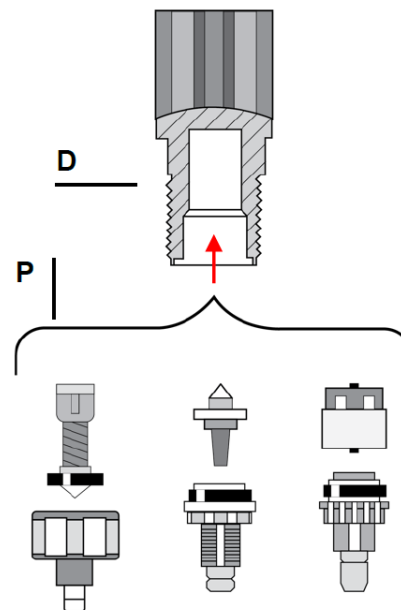

Рис. 17
- Потянуть узел дозирующего клапана вниз и отсоединить его (Рис. 17).
- Тщательно промыть детали чистой водой, собрать узел (Рис. 17).
- Установить клапан на место (Рис. 17-Р) в корпус дозатора (Рис. 17-Д), протолкнуть его до упора.